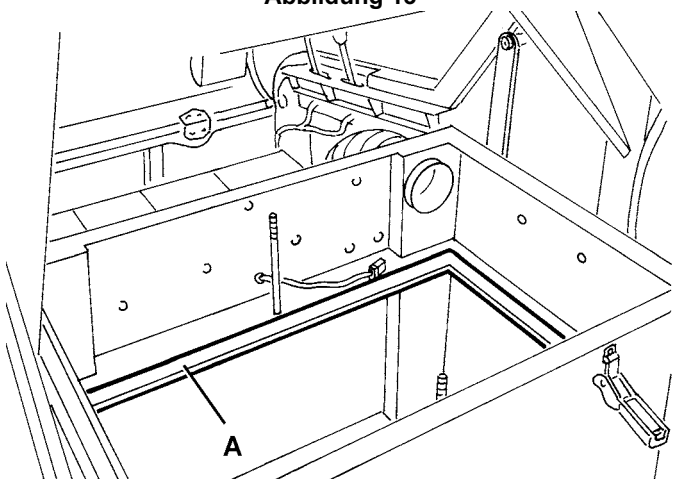

Abbildung 15
9. Wenn nötig, die Gummidichtung (A, Abb. 15) im Filtergehäuse reinigen, dann prüfen, dass sie unversehrt ist. Andernfalls ist sie zu ersetzen.